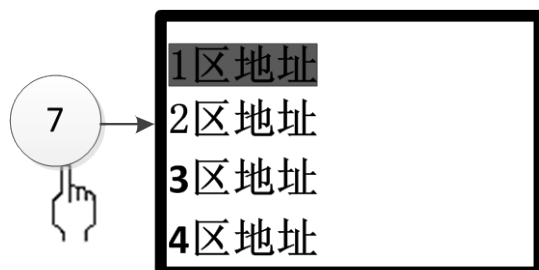

图 3-35
按下数字 7 键或光标移至⑦后按确认键，可进入地址分配查询界面(如图 3-35 所示)。